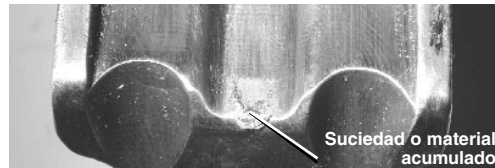

Figura 1 – Acumulación de desechos sobre el accesorio de sellado
4. Antes de utilizarlo, inspeccione el contorno exterior del accesorio. Si está dañado, deseche el accesorio. Si está oxidado, sucio o si muestra una acumulación de restos de sellado u otros contaminantes, a mano límpieme el contorno. Es probable que si el accesorio tiene contaminantes en la zona de sellado (especialmente sobre las puntas de las mordazas o el aro de sellado, *Figura 1*) al acoplador se le formarán rebabas durante la selladura. Las rebabas dañan el contorno del acoplador.